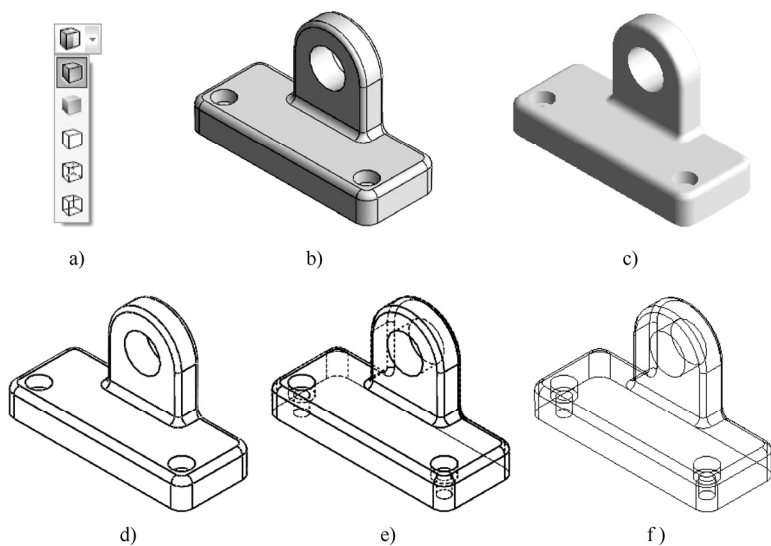

图 1-31 零件的各种显示方式
- ：“显示样式”按钮。该按钮被按下后，将弹出“显示样式”下拉菜单，如图 1-31a 所示。菜单栏中的按钮表示分别以“带边线上色”“上色”“消除隐藏线”“隐藏线可见”“线架图”方式显示零件模型，如图 1-31 所示。